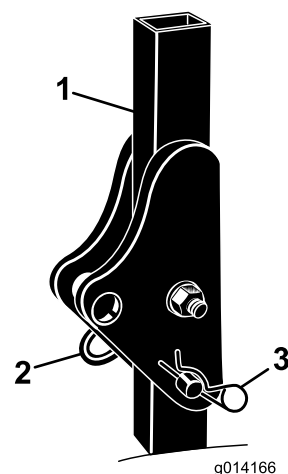

図 3
1. 機体の左右で保護バーからヘアピンコッターを抜き、ピンを外す(図3)。
2. ROPSをまっすぐに立ててピンで固定し、ヘアピンコッターでロックする(図3)。